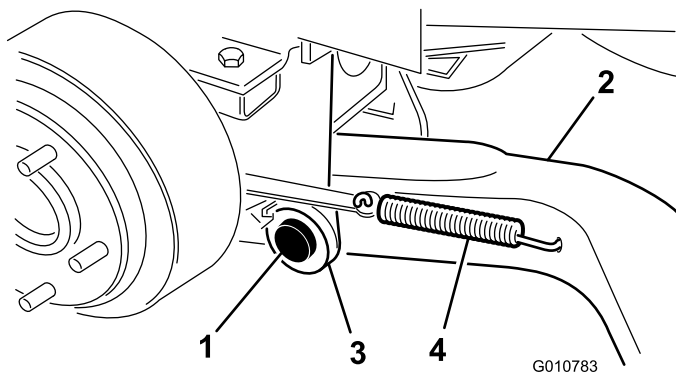

Bild 4
- Befestigen Sie einen Hubarm (das Ende des Kugelgelenks muss nach außen zeigen) mit einem Lagerbolzen und einem Splint (5/32 x 1-3/4 Zoll) an der Schwenkhalterung (Bild 4).
- Haken Sie die Bremsrücklauffeder in das Loch im Hubarm ein (Bild 4).